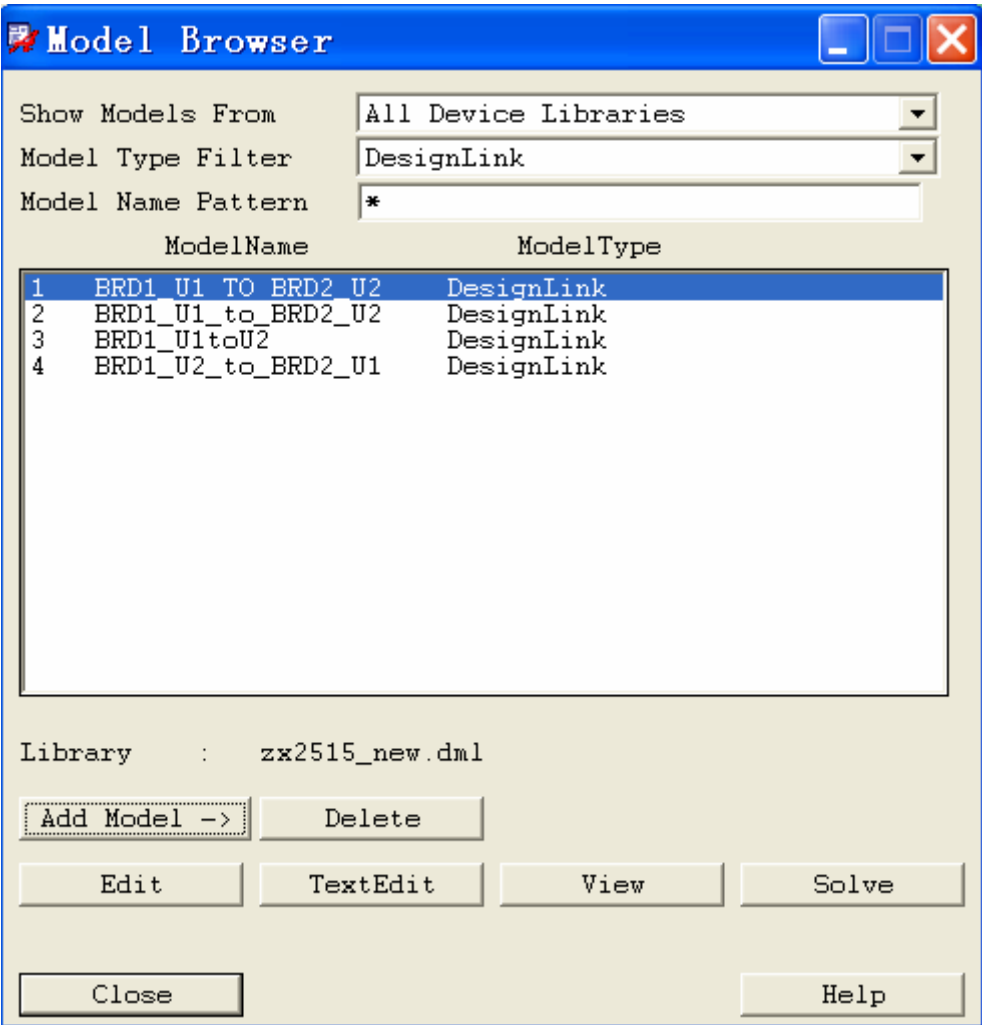

图 7—11 DesignLink 模型
3、 点击模型浏览器中的 Edit 按钮。（系统配置编辑器出现，图 7—12）